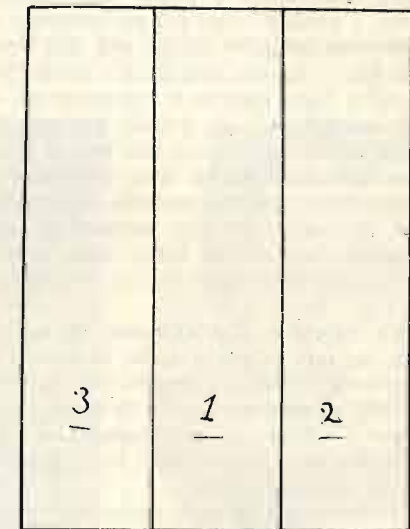

Fig. 4
Nel caso rappresentato in fig. 4, ove è rappresentato uno schermo che si desidera esplorare col fascio di raggi catodici, è necessario operare nel seguente modo. Dato che la prima porzione da esplorare (1) è la centrale, si applicherà ai piatti deviatori, in senso orizzontale, una d. d. p. alternata, di piccola ampiezza, tale cioè da determinare l'esplorazione di un terzo dello schermo. Poi, dovendo passare all'esplorazione in 2, bisognerà applicare una d. d. p. continua, col potenziale positivo al piatto deviatore destro (per l'os-